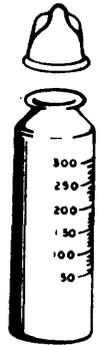

Fig. 7
1) A falta de una probeta graduada, puede sustituirse por una mamadera (fig. 7).